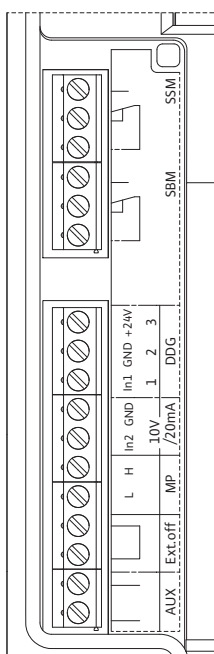

Fig. 30: Morsetti di comando
- Morsetti di comando (fig. 30)